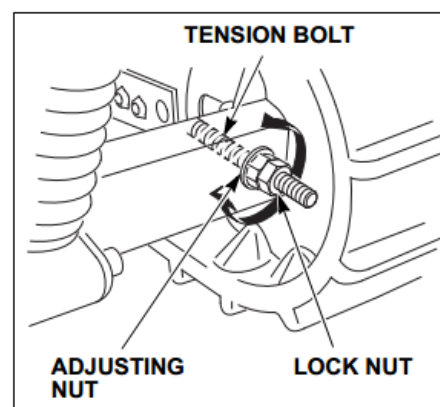

Abbildung 15
1. Lösen Sie die Kontermuttern der linken und rechten Spannschraube an der hinteren Achse und drehen Sie die Einstellmuttern, um beide Raupen richtig zu spannen. (Abbildung 15)